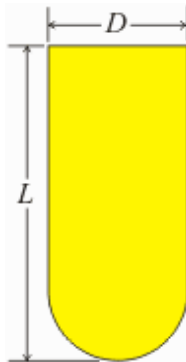

Figura 1.72 Parámetros de la herramienta esférica.
- Herramienta esférica , la cual se define por sus parámetros longitud (L) y diámetro (D), Figura 1.72.